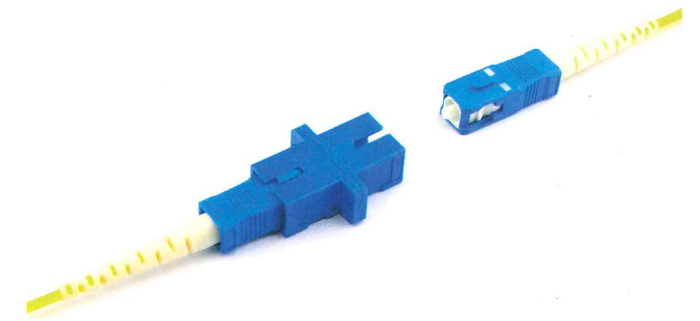

Figura 6.72. Conector SC.
- **Conector SC de conexión recta (Straight Connection).** Este tipo de conector (Figura 6.72) ha ido sustituyendo a los de tipo ST sobre todo en los sistemas de cableado estructurado, debido a que son fáciles de instalar y, al ser muy pequeños, aumenta su densidad de integración. Este conector encaja con un movimiento de presión y se desconecta tirando de él. Además, permite una variedad dúplex en la que los dos canales de transmisión/recepción (*Tx/Rx*) se pueden tener en el mismo módulo.